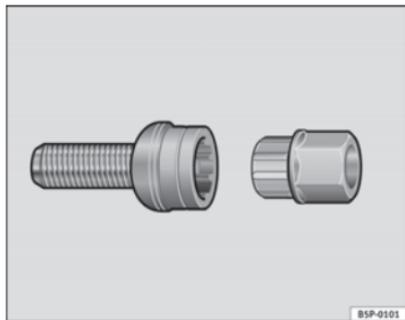

Abb. 184 Diebstahlhemmende Radschraube
- Setzen Sie den Adapter bis zum Anschlag in die diebstahlhemmende Radschraube ein ⇒ Abb. 184.